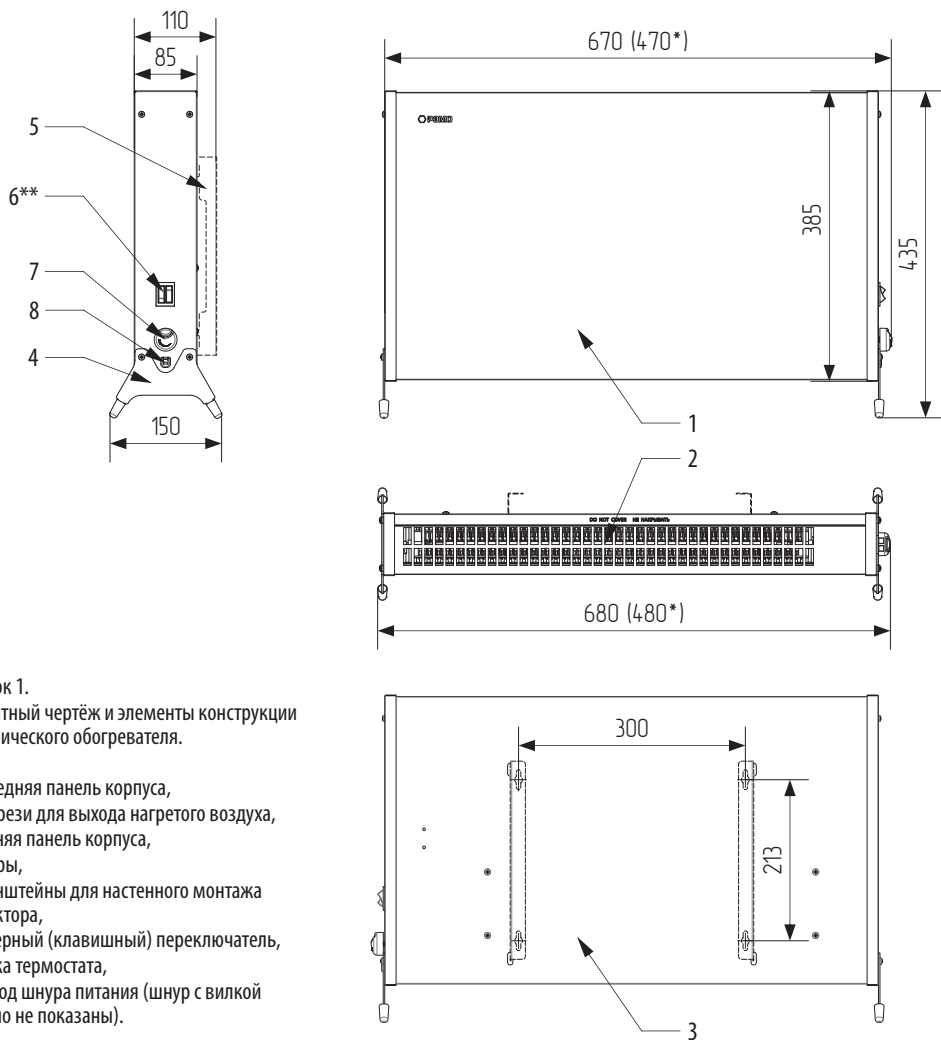

Рисунок 1.
5.1. Конвектор (см. рис. 1) представляет собой металлический корпус, состоящий из передней панели (1) и задней панели (3), внутри которого на шасси расположен электронагревательный элемент (на чертеже не показан). На корпус могут быть установлены настенные кронштейны (5) или опоры (4). На боковой поверхности корпуса расположены роковые переключатели (клавишные выключатели) с подсветкой (6) и ручка термостата (7).
6.3. Для настенного монтажа конвектора следует помощью уровня и рулетки (линейки) разметить на стене отверстия. Межцентровое расстояние посадочных отверстий указано на чертеже (см. рис.1).